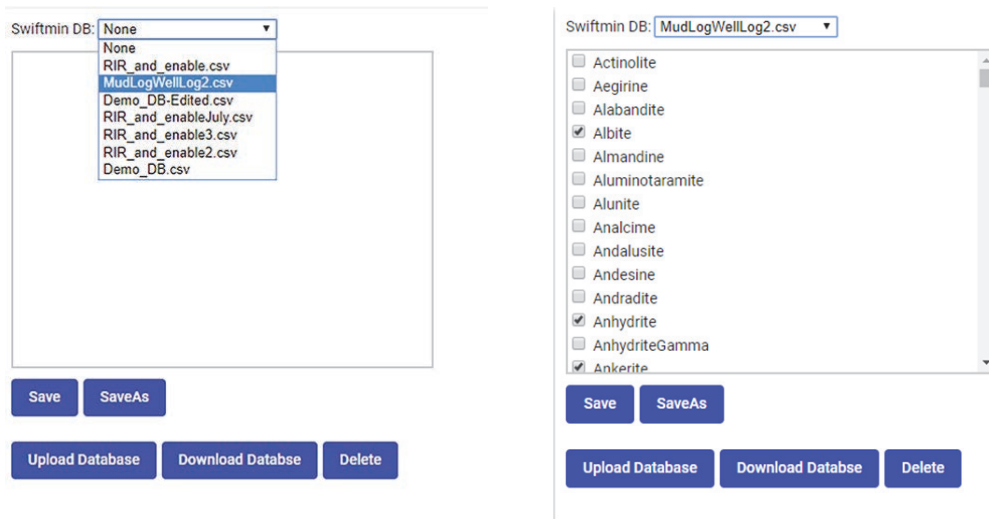

Figura 5-8 Escolhendo um banco de dados (esquerda) e editando a lista de minerais (direita)
2. Clique na seta para baixo na caixa de seleção **SwiftMin DB** e escolha um banco de dados (veja Figura 5-8 na página 68).
3. Na lista de minerais, clique na caixa de seleção do mineral que você deseja ativar ou desativar no banco de dados (veja Figura 5-8 na página 68).